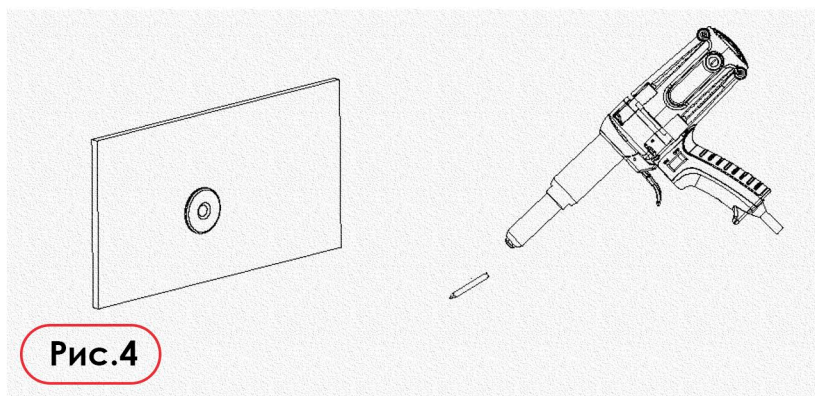

Рис.4
4) После установки заклепки, отведите инструмент в сторону, и стержень заклепки выпадет из головы инструмента. (Рис. 4)